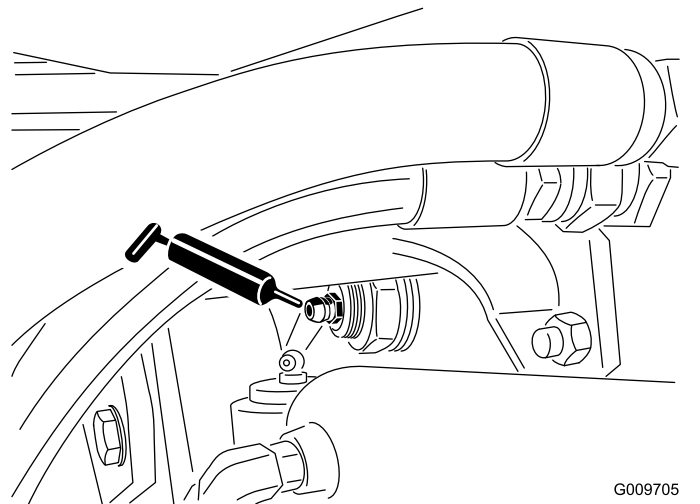

Figura 39
- Casquillos de pivote del eje trasero (2), como se muestra en la Figura 39